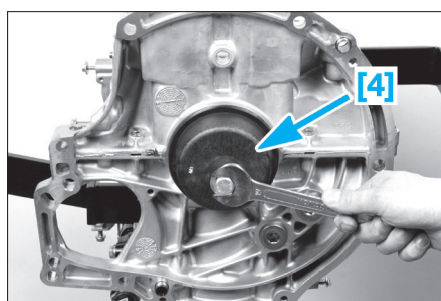

FIG. 84
- Outil de montage des bagues d'étanchéité de vilebrequin [4] (Ref PSA : 0194.M) côté volant moteur et [5] (ref PSA : 0194.L) côté distribution (Fig.84).
- Placer le joint d'étanchéité sur le vilebrequin, côté volant moteur, avec l'outil [4] (Fig.84).